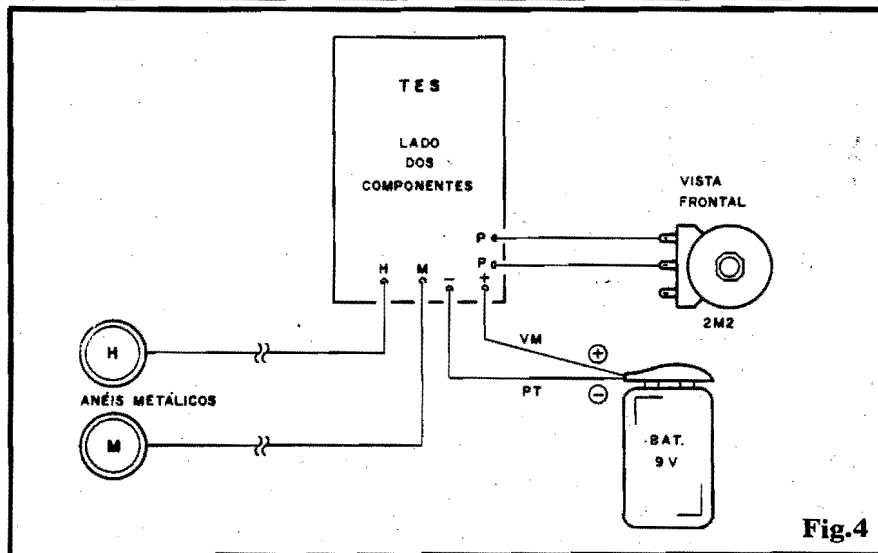

Fig.4
- FIG. 4 - CONEXÕES EXTERNAS À PLACA - O circuito Impresso, na figura, continua visto pela sua face não cobreada, a mesma que contém os componentes (como na fig. anterior)... Apenas que agora a ênfase encontra-se nas ligações periféricas ou externas. Atenção à polaridade da alimentação e às conexões ao potenciômetro (notem que o dito cujo, na ilustração, é visto frontalmente - como se fosse observado pelo eixo...). As ligações aos anéis sensores são simples, apenas considerando que os comprimentos dos fios deve ser em dimensões confortáveis (não muito curtos). A soldagem dos anéis, propriamente, deve ser deixada para o final, **depois** do conjunto ser acomodado na caixinha escolhida, de modo a facilitar as operações... Ainda quanto aos tais anéis, se estes forem de metal onde a solda "pega" facilmente, tudo bem... Caso contrário, um pouco de "fluxo" deverá ser aplicado nos pontos de soldagem... Existem, no varejo especializado "químicas" que permitem à solda convencional (de chumbo/estanho) "pegar" até em alumínio... Pesquisem e providenciem, se for o caso...